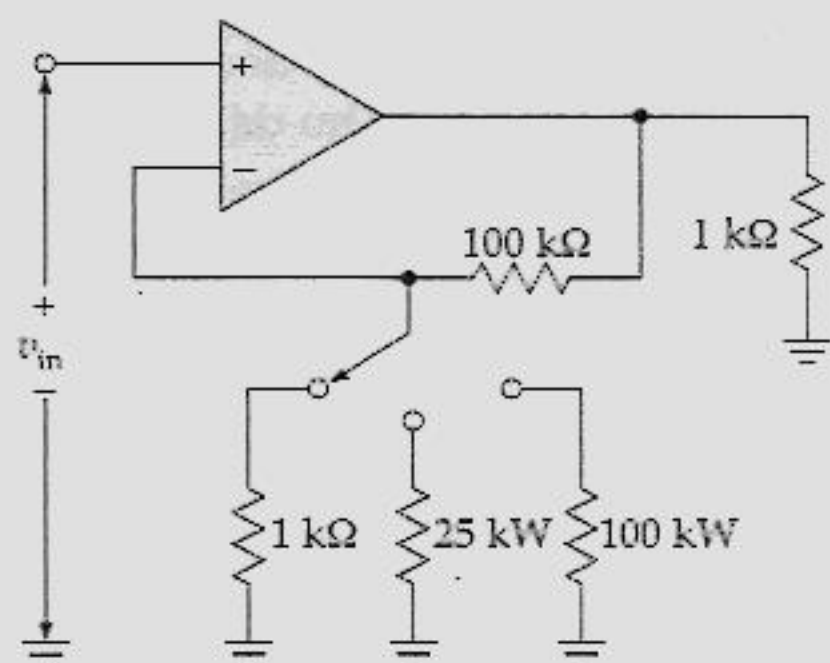

Figura 19.25
- 19.7 Na Figura 19.25, qual o ganho de tensão do amplificador para cada posição da chave?
- 19.12 Na Figura 19.25, qual a tensão de saída para cada posição da chave se a tensão de entrada for de 1 mV ?
- 19.15 Um 741C com $A = 100.000$, $z_{in} = 2\text{ M}\Omega$ e $z_{out} = 75\ \Omega$ é usado na Figura 19.25. Quais as impedâncias de malha fechada de entrada e de saída para cada posição da chave?
19.35 O amplificador da Figura 19.25 não tem tensão de saída com a chave na posição intermediária. Cite alguns dos possíveis problemas.